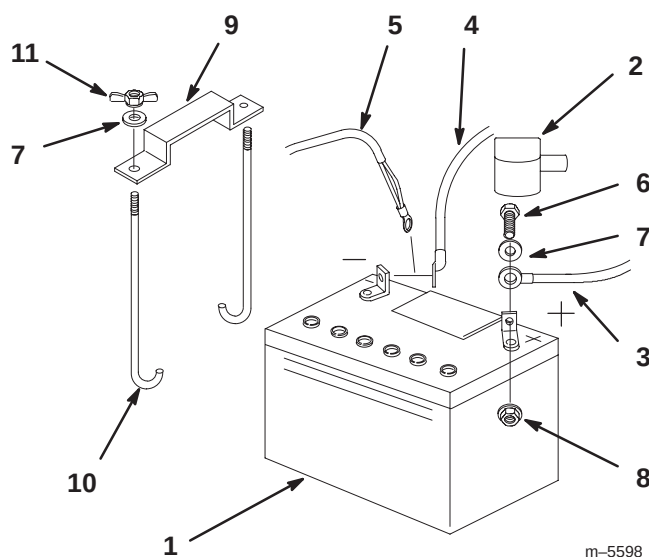

Figure 59
1. Placez la batterie dans son support en tournant les bornes vers le moteur (Fig. 59).
4. Fixez les câbles à l'aide de 2 boulons (1/4 x 3/4"), 2 rondelles (1/4") et 2 contre-écrous (1/4") (Fig. 59).
6. Fixez la batterie en position avec des boulons en J, une barrette de maintien et 2 rondelles (1/4") et 2 écrous papillons (1/4") (Fig. 59).
3. Débranchez d'abord le câble négatif et le câble de masse de la borne négative (–) de la batterie (Fig. 59).
4. Otez le capuchon rouge de la borne positive (rouge) de la batterie. Retirez ensuite le câble positif (rouge) de la batterie (Fig. 59).
5. Retirez les deux écrous papillons (1/4") de fixation de la barrette de maintien de la batterie (Fig. 59).